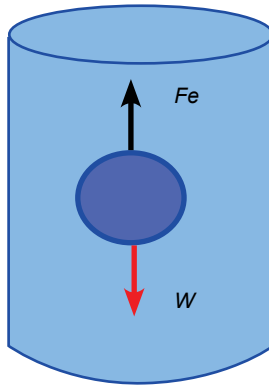

Figura 20. Problema a.
- a) El cuerpo esférico de la figura 20 tiene una densidad relativa de 1.2 y un diámetro 3 cm. Calcular: el volumen que sobresale de la superficie si se sumerge en mercurio; la fuerza necesaria para que flote en la superficie si se sumerge en agua a 20 °C, y el volumen desalojado de aceite si se sumerge en aceite de densidad relativa 0.9